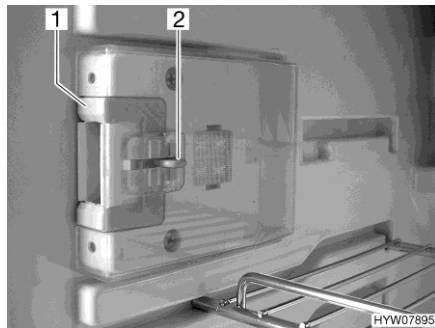
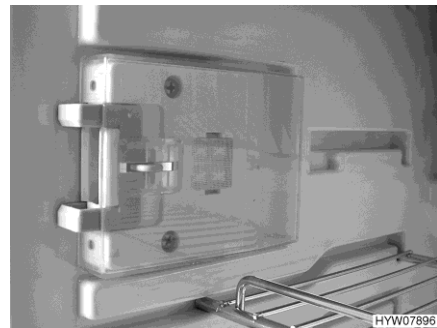

Fig. 253 Dispositivo de cierre (posición normal)
Fig. 254 Dispositivo de cierre (posición de ventilación)
■ Hundir el desbloqueo (Fig. 253,2).
■ Empujar el dispositivo de cierre (Fig. 253,1) hacia delante (Fig. 254).